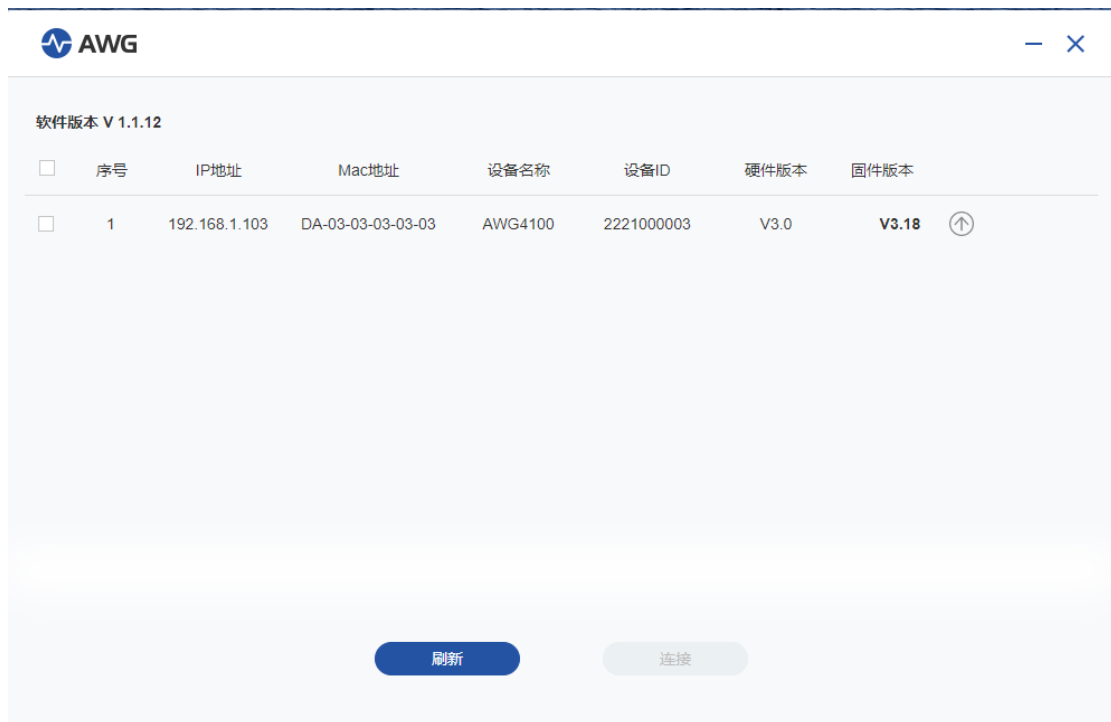

图 3.1.3 连接界面
3、客户可点击“Remind next（下次提醒）”按钮忽略本次更新后，进入设备连接界面，设备连接界面左上角将显示当前软件版本号和需要更新的状态，如图 3.1.3 所示。